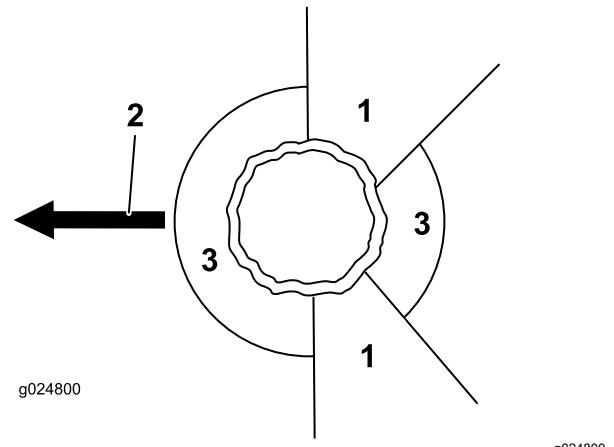

Figure 15
- 2. Prévoyez une voie de repli dégagée et sûre à partir de la zone dangereuse; voir Figure 15.